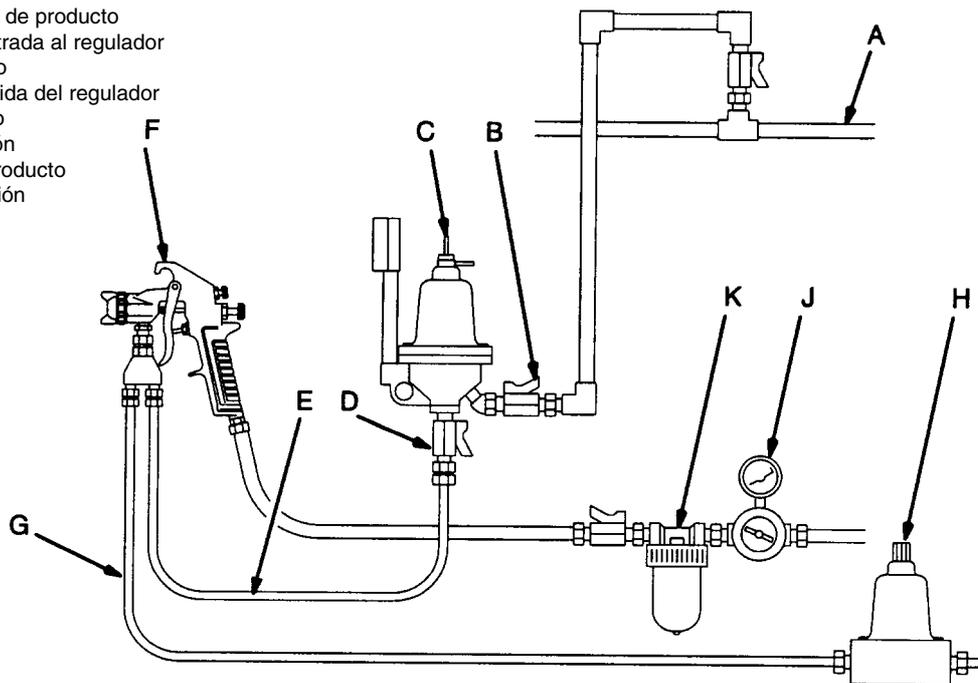

Fig. 1
1. Determinar el emplazamiento del regulador de producto en el sistema. Instalarlo lo más cerca posible de la pistola de pulverización / válvula de distribución (F) para facilitar el control por el operador. Véase Fig. 1.
2. Instalar una válvula de bola en la entrada (B) y en la salida (D) del regulador (C) para aislar el regulador si hay que retirarlo para limpieza.
2. Poner la bomba en marcha y abrir la válvula de bola de producto (B) para que entre producto en la entrada del regulador. Véase Fig. 1.
2. Cerrar la alimentación de la bomba y eliminar la presión de producto en el sistema abriendo la válvula de contrapresión (H) o la otra válvula bypass. Véase Fig. 1.